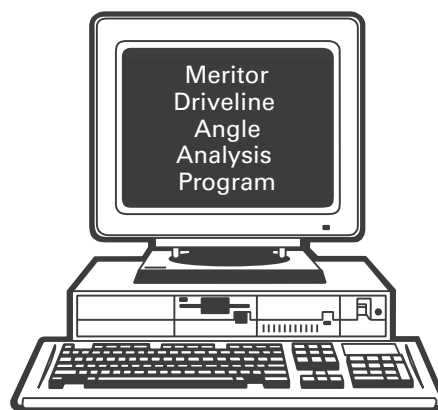

Figura 13.21
3. Ahora usted está preparado para ingresar las dimensiones que has marcado en la Hoja de Registro de Datos en el Programa de Análisis de Ángulos de Transmisión de Meritor en el disco incluido en este manual. Figura 13.21.